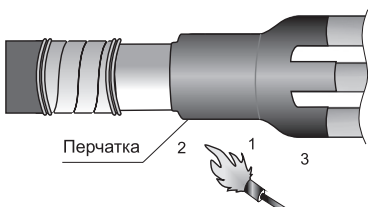

Рисунок 8
4.19 Сблизить жилы кабеля. Надеть перчатку с усилием до упора в изолированный «корешок» разделки кабеля. Усадить перчатку, начиная от основания пальцев перчатки, вкруговую, затем в направлении оболочки кабеля. В последнюю очередь усадить пальцы перчатки на жилы кабеля. После усадки перчатка должна плотно облегать оболочку и трубки на жилах кабеля, а по торцам основания перчатки и пальцев должен быть виден выступивший расплавленный клей (рисунок 8).